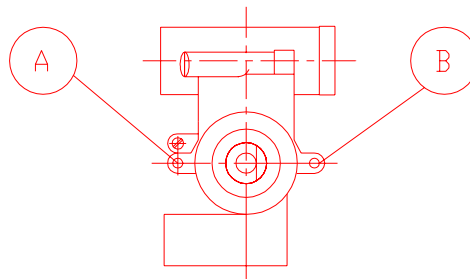

Figura 8
- b) Allentare le viti A e B (Figura 8) . Estrarre il maschio del rubinetto e rimuovere il grasso vecchio.